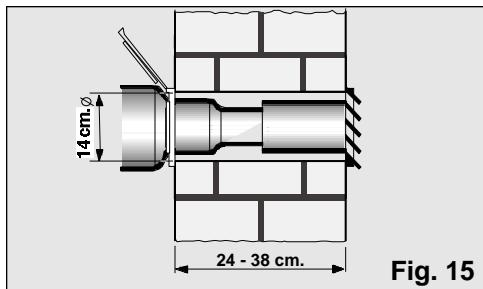

**Fig. 14**
□ Per poterlo fissare nella finestra / balcone è munito di due fori laterali. Tramite due viti (non comprese nell'accessorio) l'utente potrà fissarlo sulla cornice o sul muro senza pericolo che possa muoversi o cadere dalla sua posizione, **Fig. 14**.